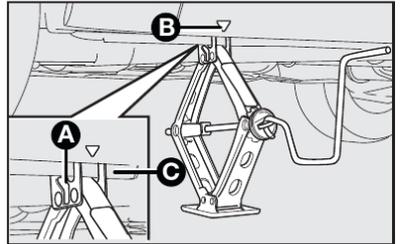

fig. 6
- Colocar o macaco onde está marcada o símbolo ▼ **B-fig. 6** ou 7 (algumas versões) perto da roda a substituir, e certificar-se de que a ranhura **A** do macaco esteja bem encaixada na longarina **C**.